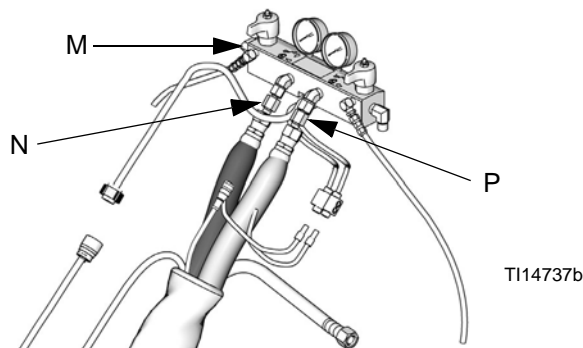

FIG. 18
- Engrase con grasa Fusion y conecte las mangueras de fluido en el colector de fluido del dosificador (M). Rojo para endurecedor, azul para resina. Vea la FIG. 18.